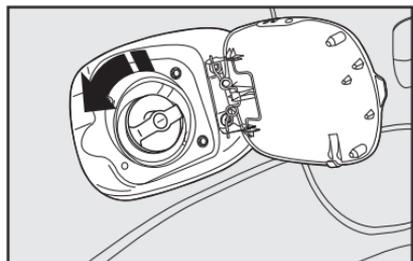

fig. 96
- segure a tampa e gire a chave no sentido anti-horário (algumas versões); prossiga girando a tampa **fig. 96** até o seu completo desalojamento;